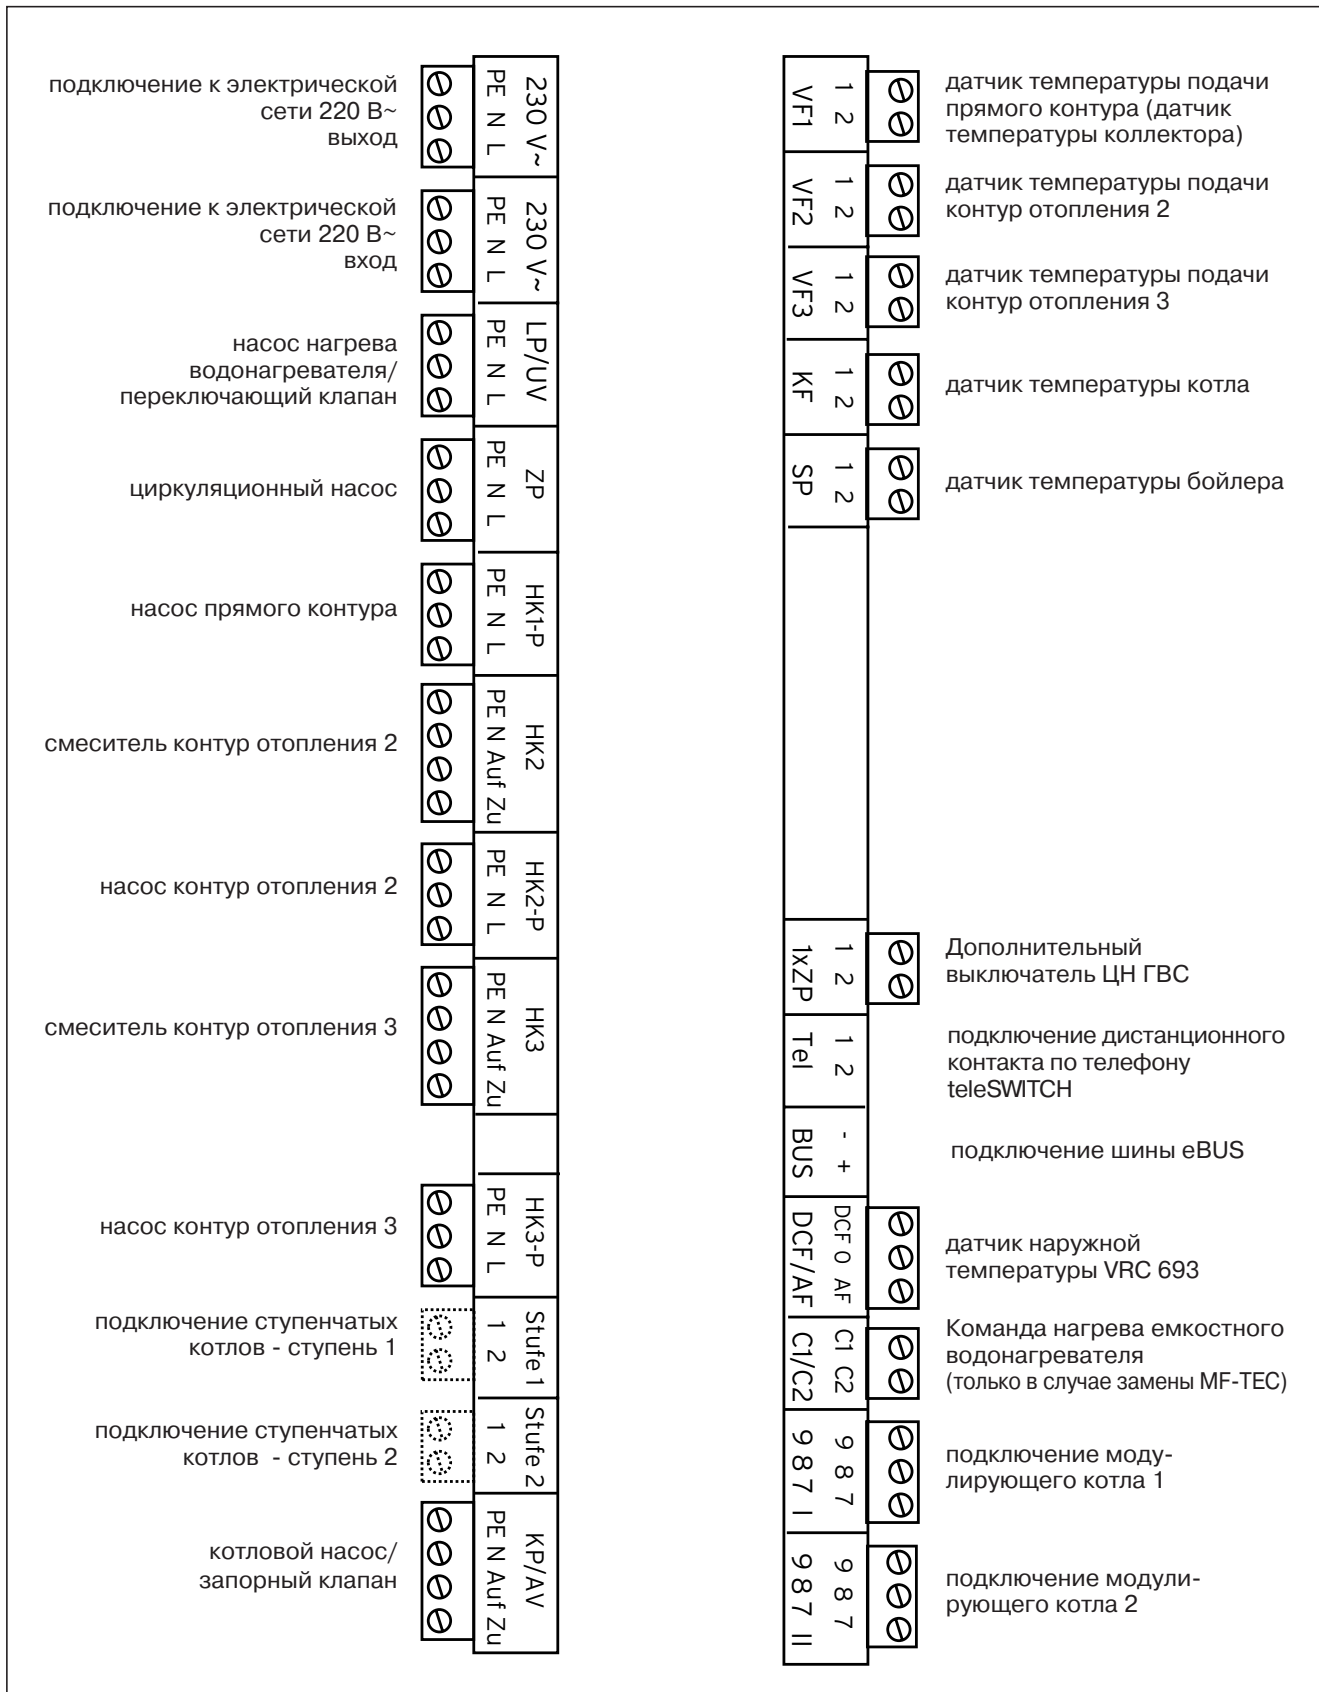

Рис. 4.3 Схема проводного монтажа
- Выполните монтаж присоединительных проводов компонентов согласно схеме проводного монтажа, рис. 4.3.